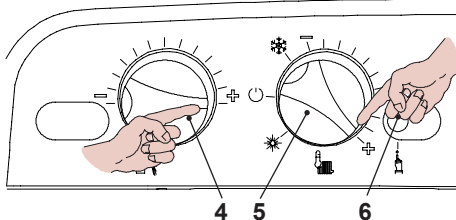

Fig. 7.1
- Ruotare il selettore di funzione 5 come in Fig. 7.1.
- Ruotare la manopola di temperatura sanitari 4 al massimo come in Fig. 7.1.